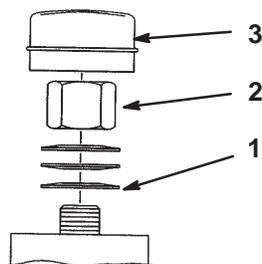

Bild 52
3. Entfernen Sie den Staubdeckel vom Laufrad und ziehen Sie die Sicherungsmutter an (Bild 52).
4. Ziehen Sie die Sicherungsmutter so weit fest, dass die Federscheiben flach liegen und schrauben dann um 1/4 Umdrehung zurück, um die Lager richtig vorzuspannen (Bild 52).
Wichtig Achten Sie darauf, dass die Federscheiben korrekt, wie in Bild 52 dargestellt, eingesetzt sind.